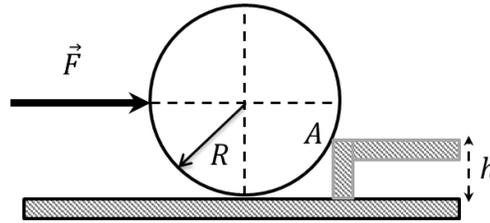

Fig. 2.11.
2.6.- Determinar el valor de la fuerza $\|\vec{F}\|$ que se debe aplicar sobre un cilindro homogéneo de masa m y radio R para subir el obstáculo de longitud h que muestra la Fig. 2.11.